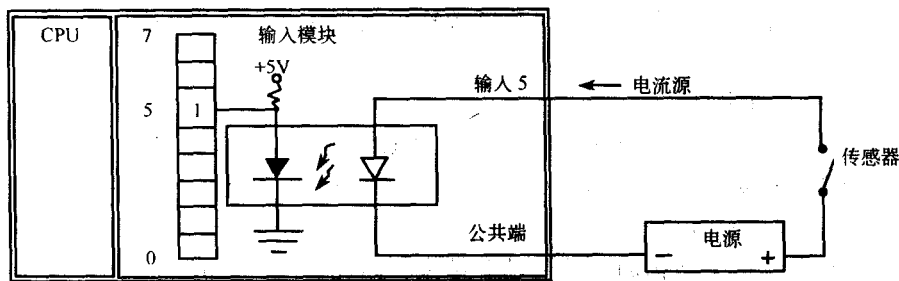

图 2-8 灌入式光隔离器输入模块（只显示了一个输入电路）
**数字输入模块** 输入模块通常在每个传感器控制的电路中都包含光隔离器。当外部传感器开关闭合，电流从外部电源流过光隔离器输入触点时，光隔离器中的发光二极管就会发光。在光隔离器的光敏二极管在它接收到光时允许电流流入低功率 PLC 内部电路。光隔离器允许外部电路在两者之间没有任何电连接就可以控制 PLC 内部电路。因为发光二极管是二极管，带传感器的外部电路必须通过正确的极性连接到数字输入模块，所以数字输入模块也可根据它们是否要求常规电流流入或流出独立传感器触点，而分为电流源或电流灌入型，如图 2-8 和 2-9 所示。虽然可合理地假定输入模块会接收从传感器流过来的电流，但是大部分输入模块是电流源的，且必须连接到传感器，由此合上传感器开关会允许电流从输入模块流出，经过传感器，到电源阴极。电流源输入模块更常见，因为 PLC 使用的输出模块通常是电流灌入型，之前已解释过原因。如果（电流源）输入模块可以从（电流灌入型）输出模块接收信号，那么输入输出模块是相互兼容的。